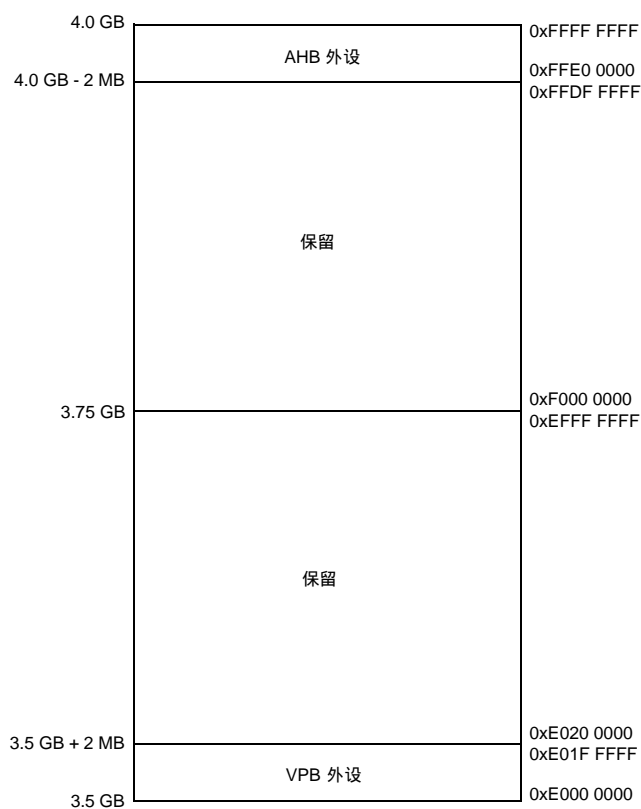

图 3 外设存储器映射
图 3~5 显示了从不同角度所观察到的外设地址空间。AHB 和 VPB 外设区域都为 2M 字节，可各自分配最多 128 个外设。每个外设空间的规格都为 16k 字节。这样可简化每个外设的地址译码。所有外设寄存器不管规格大小，都按照字地址进行分配（32 位边界）。这样就不再需要使用字节定位的硬件。不管字还是半字寄存器都是一次性访问。例如，不可能对一个字寄存器的最高字节执行单独的读或写操作。
- AHB 和 VPB 空间的保留区域，见图 3。